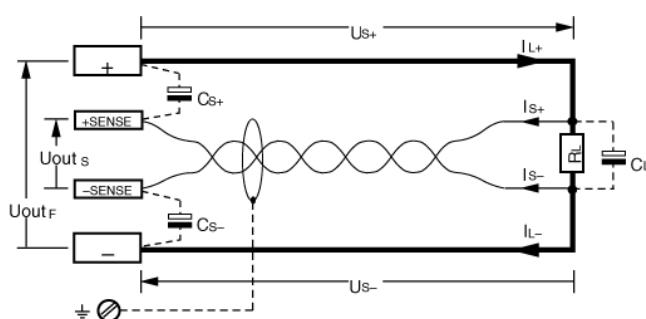

Bild 7.2 Lastanschluss mit Fühlerbetrieb.
Für den Betrieb mit Fühlerleitungen gelten die in Bild 7.2 und im Kapitel „Elektrische Daten“ aufgeführten Parameter und Grenzwerte.
- Die Impedanz langer Last- und Fühlerleitungen kann zu Regelschwingungen des Ausgangs führen, insbesondere bei lastseitigen Kapazitäten. Durch je einen Kondensator (CS+, CS-) zwischen SENSE- und Ausgangsklemme (siehe Bild 7.2) kann dem entgegengewirkt werden. Durch Verdrillen der Lastleitungen kann außerdem deren Impedanz reduziert werden.